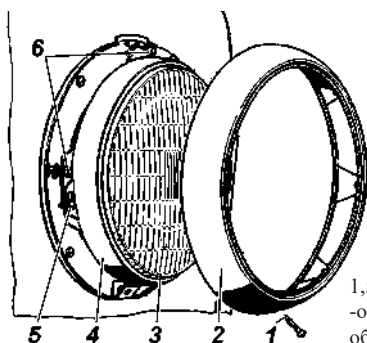
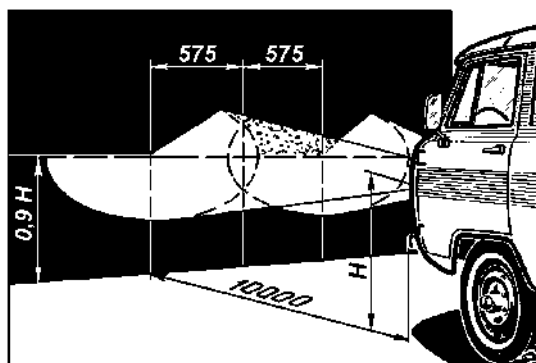

Рис. 9.38. Фара:
Рис. 9.39. Разметка экрана для регулировки фар:
Для замены лампы в фаре необходимо отвернуть винт 1 (рис. 9.38) и снять декоративный ободок 2. Ослабить три винта 5 и снять внутренний ободок 4 с оптическим элементом 3.
3. Включите ближний свет и, закрыв одну из фар, отрегулируйте другую винтами 6 (см. рис. 9.38) так, чтобы световое пятно на стене или экране было расположено, как показано на рис. 9.39. Регулировочные винты фар расположены симметрично центра фар в горизонтальной плоскости.